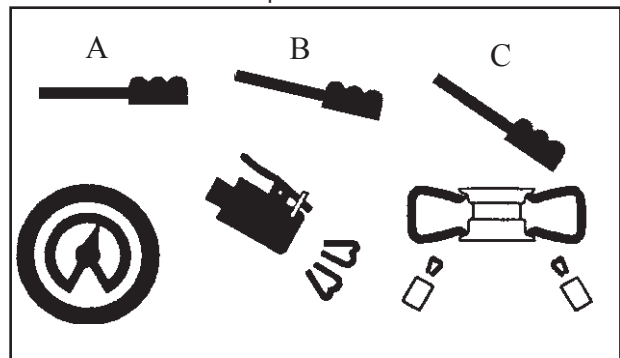

Fig 14
• Appuyer sur la pédale de gonflage dans la position intermédiaire (**B** - Fig.14).
• Appuyer à fond la pédale (**C** - Fig. 14). Un jet d'air puissant sortira des buses qui se trouvent sur les supports coulissants en permettant le talonnage.
• Relâcher le pneumatique et soulever doucement le pied pour remettre la pédale de gonflage dans la position intermédiaire (**B** - Fig.14).